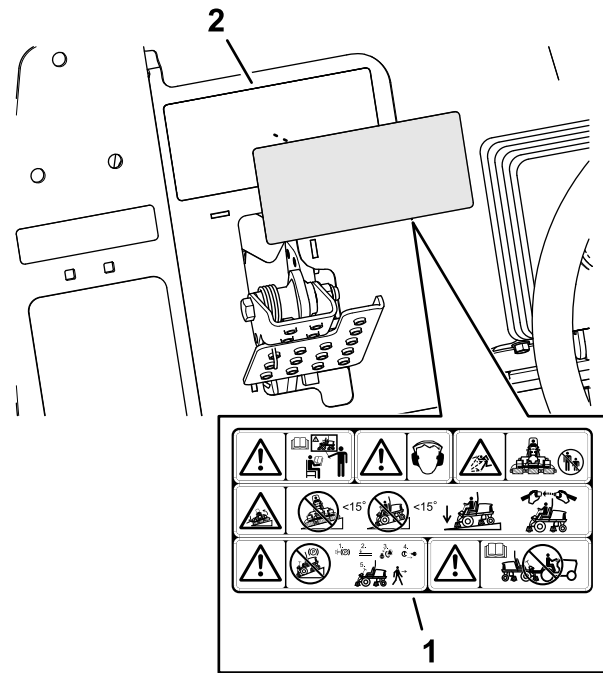

Figura 39
1. Folosii alcool sanitar i o lavetă curată pentru a curăa zona suprafaa autocolantului de avertizare 133-2930 i lăsa autocolantul să se usuce (Figura 39).